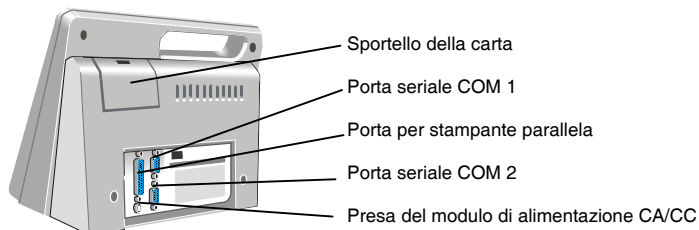

Figura 2. Posizione dei connettori
Il sistema può essere utilizzato con un computer di laboratorio IBM compatibile ed una stampante esterna seriale o parallela. Le porte del connettore di questi dispositivi sono poste sul retro dello strumento (Figura 2).
2. Collegare un connettore del cavo alla porta PRINTER (per la stampante parallela), oppure COM 1 o COM 2 (per la stampante seriale) (Figura 2).
2. Collegare un connettore del cavo alla porta COM 1 o COM 2 (Figura 2).
Collegare il cavo del modulo di alimentazione CA/CC all'apposito connettore dello strumento (Figura 2).